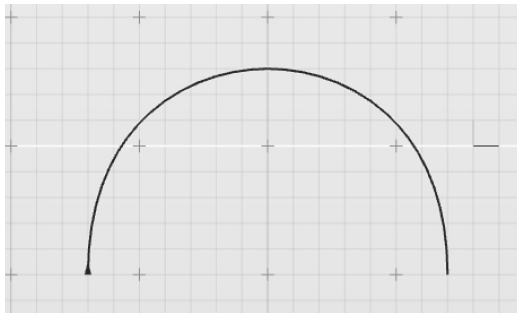

图 3-89 连接曲线实体操作结果
3) 先使用“连接曲线实体”工具, 拾取第 1 组曲线，操作结束后可见两条曲线合并为一条无断点的完整曲线，如图 3-89 所示。